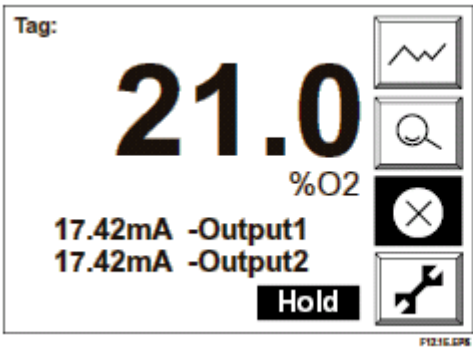
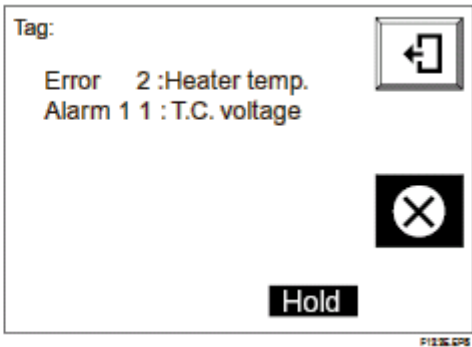

图 12.1
图 12.2
- （2） 在显示上产生一错误指示，开始闪烁提示发生错误。（图 12.1）。
当如图 12.1 显示出现时，按错误显示键，显示错误的详细资料（图 12.2）。包括错误的内容显示如表 12.1。